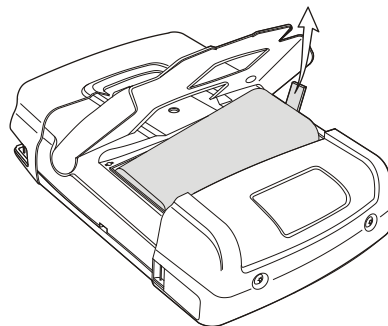

図 49. バッテリーの取り出し
5. バッテリーの端を持ち上げ、取り出します (図 49)。